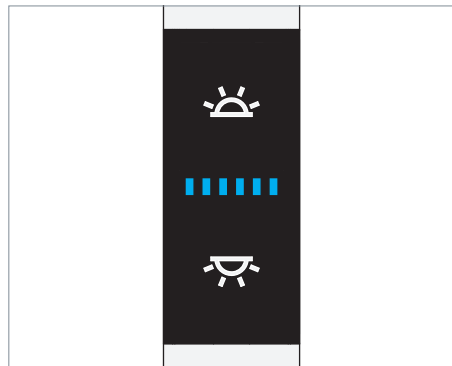

Fig. 20: Bedienelement Multifunktions-taster.
- ▶ Drücken Sie die obere Taste, siehe Fig. 20.
- ▶ Drücken Sie die untere Taste, siehe Fig. 20.
- ▶ Drücken Sie die obere Taste und halten Sie diese Taste gedrückt, siehe Fig. 20. Nach ungefähr einer Sekunde verändert die Leuchte ihre Helligkeit.
- ▶ Drücken Sie die untere Taste und halten Sie diese Taste gedrückt, siehe Fig. 20. Nach ungefähr einer Sekunde verändert die Leuchte ihre Helligkeit.